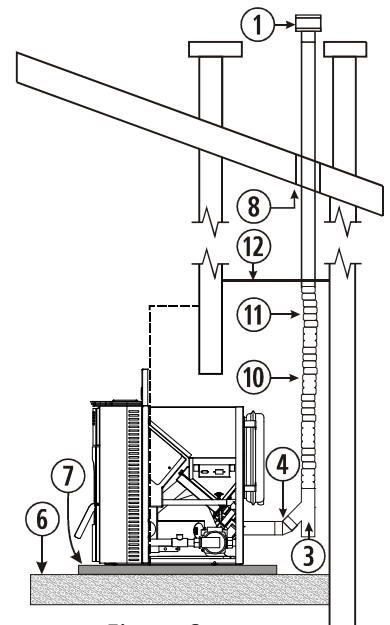

Figura 8
- 4.43. Instalar la caldera Hidrocopper encastrable según la figura 8, teniendo especial cuidado en colocar una tapa metálica y tubo de acero inoxidable de salida de gases.
①	Sombbrero anti - viento.
②	Te de 135° con registro.
③	Codo de 45°.
④	Suelo de madera.
⑤	Protector del suelo no combustible.
⑥	Separación de 80 milímetros.
⑦	Tubo flexible acero inoxidable.
⑧	Manguito adaptador rígido-flexible
⑨	Tapa metálica.